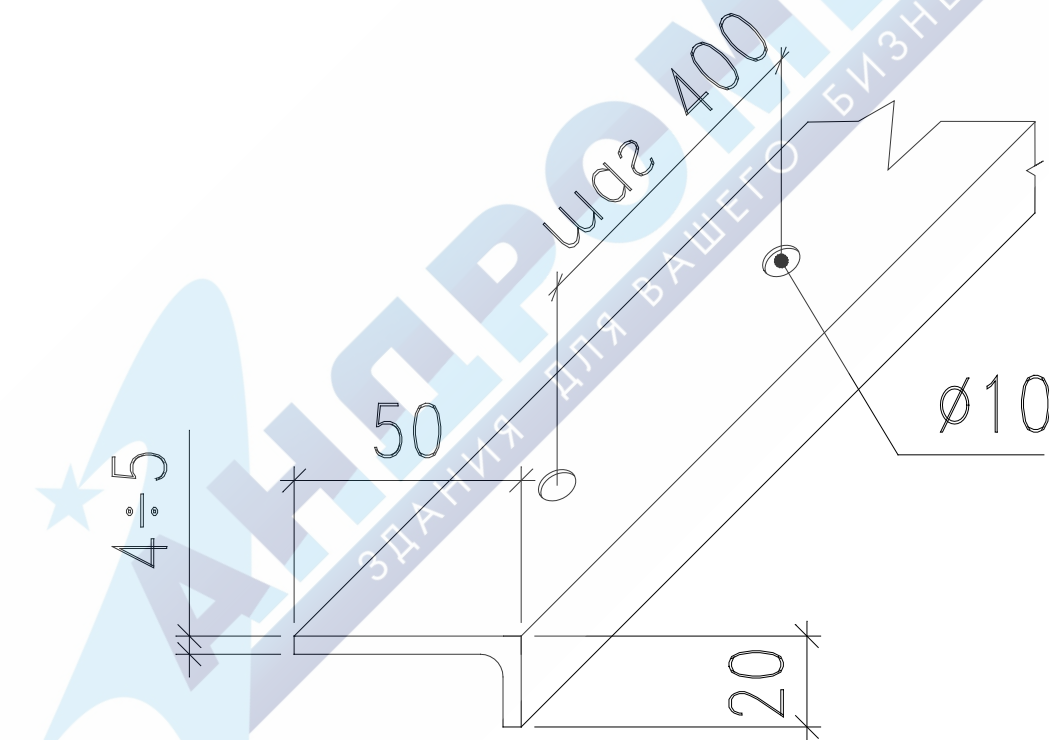

Рис. 1
3. При креплении утеплителя к прогону через брусок «ПЕНОПЛЕКС», необходимо воспользоваться монтажным приспособлением, которое представляет собой уголок 20х50мм, длиной 1200мм и отверстиями диаметром большим, чем диаметр шляпки самореза и шагом отверстий – 400мм (см. рис.1).